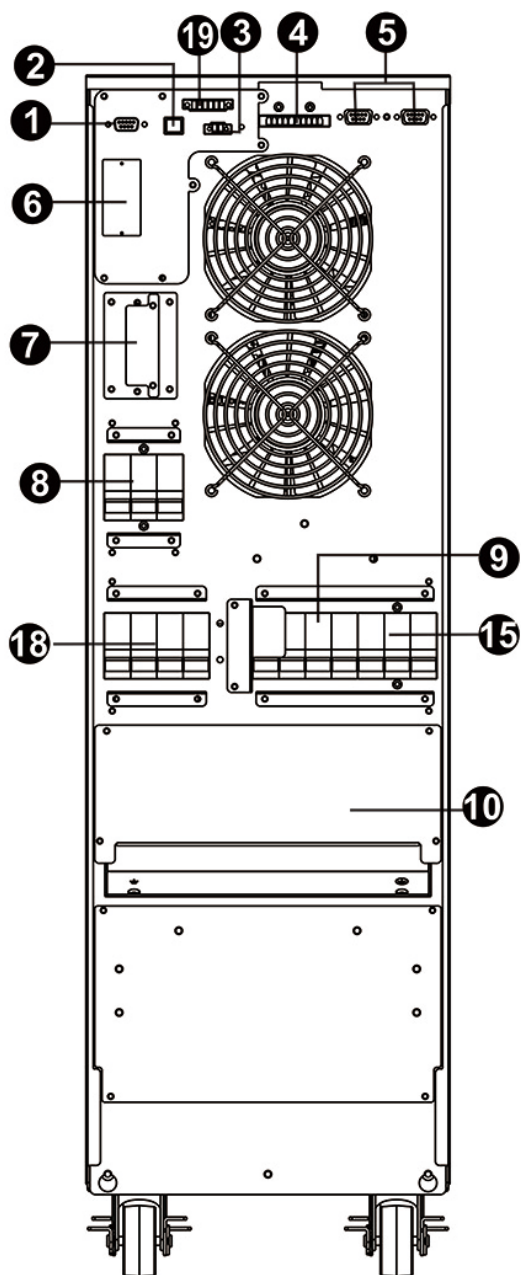

Figura 6.1 - Parte Trasera
El SAI está equipado con interfaces de comunicación RS232 y USB, que pueden usarse como puertos de comunicación con un ordenador personal (consulte los números 1 y 2 de la figura 6.1).
1. Retire el panel metálico (ver #6 figura 6.1), que cubre la carcasa (slot) de la interface.
Los productos EVO DSP PLUS TM cuentan con el conector para EPO (Emergency Power OFF) (ver #3 figura 6.1), que permite desactivar inmediatamente la salida del SAI de forma remota en caso de emergencia.
- ▶ Retire la cubierta metálica del conector de la batería del UPS (#7, figura 6.1).
ALTO VOLTAJE DE LA BATERÍA Y RIESGO DE DESCARGA ELÉCTRICA: retire la tapa protectora del conector de la batería (#7, figura 6.1), sólo si necesita conectar un Battery Box externo.